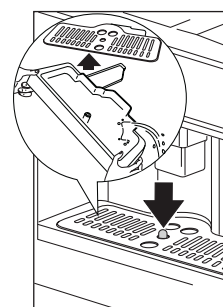

Abb. 35
**WICHTIG** Wenn die Tropfschale nicht geleert wird, kann das Wasser darin überlaufen. Dadurch kann das Gerät beschädigt werden. Die Tropfschale ist mit einer Füllstandsanzeige (rot) für das Wasser versehen (Abb. 35). Bevor die Anzeige über den Tassenrost hinausragt, muss die Tropfschale geleert und gereinigt werden.